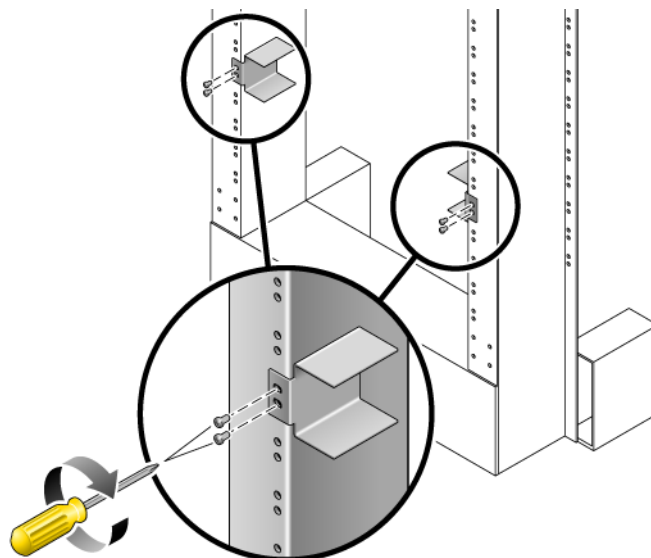

図 4-3 ラックへのレールガイドの取り付け
4. レールガイドを持ち上げてラックの取り付け位置の高さに合わせ、ねじを 2 本ずつ使用して両方のレールガイドをラックに固定します (図 4-3)。